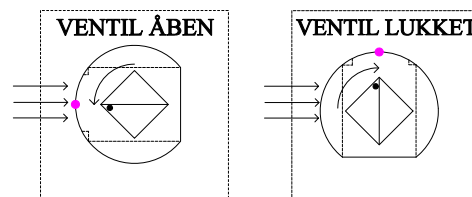

fig 2.1
- Ved montering af pneumatisk aktuator skal man sikre sig at V-porten roteres til korrekt position imod tryksiden (up-stream) under regulering. Standard aktuatorer fra DVC rotere mod urets retning. (se fig 2.1)